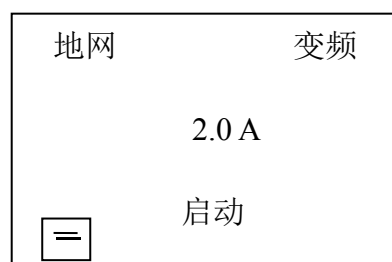
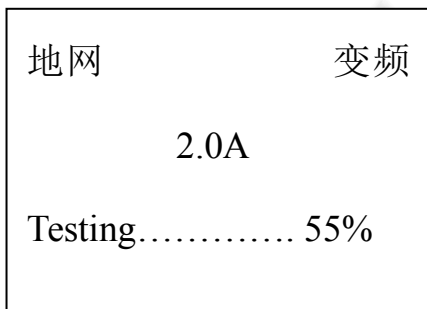
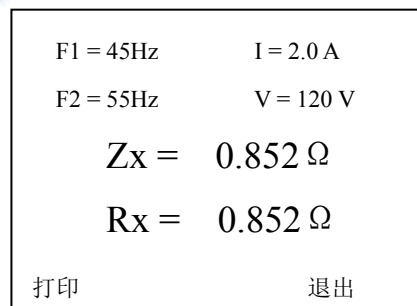

图 3
图 6
图 7
3.1、打开电源开关，计算机进行自检，液晶屏显示中文主菜单如图 3 所示。
3.5、测试：打开高压允许开关，当光标在测试项目上时，按**确认键**大约 5 秒钟开始测试。测试过程中显示的画面如图 6（地网，变频）所示，当下面的进程到 100% 时候测试完毕，然后显示测量结果见图 7 所示，此时光标指示打印机图标，按**确认键**打印报告。测量结果的意义如下：
4.5、手动打印：仪器测试完毕,出现图 7 所示的界面.按 键可以在“打印”，“退出”之间选择.如果选择“打印”,按一下“确认”键,就会打印结果.如果选择“退出”，按“向下”键是把试验结果储存起来，但一定要输入相对应的编号（三位数字显示），按一下“确认”键,就会返回初始界面如图 3 所示，当光标在“启动”上时，按"向下"查看储存的试验结果。